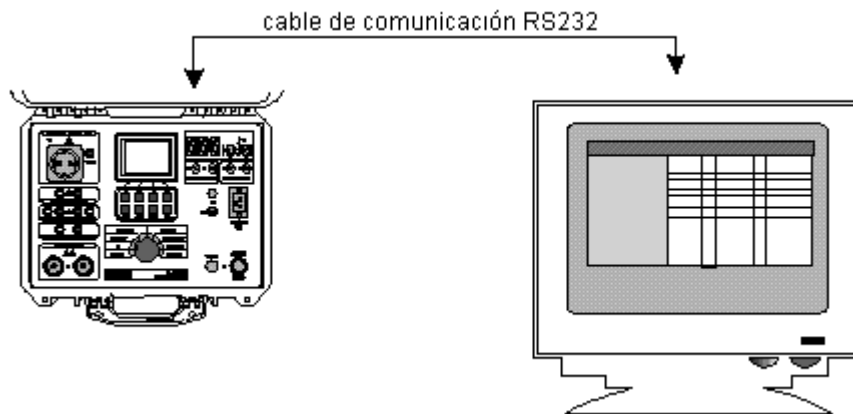

Fig. 53. Conexión del VERIFICADOR DE EQUIPOS ELÉCTRICOS a un PC
- ETAPA 1.** Conectar el VERIFICADOR DE EQUIPOS ELÉCTRICOS a un PC como se muestra en la fig. 53, utilizando para ello el cable de comunicación RS 232 adecuado.